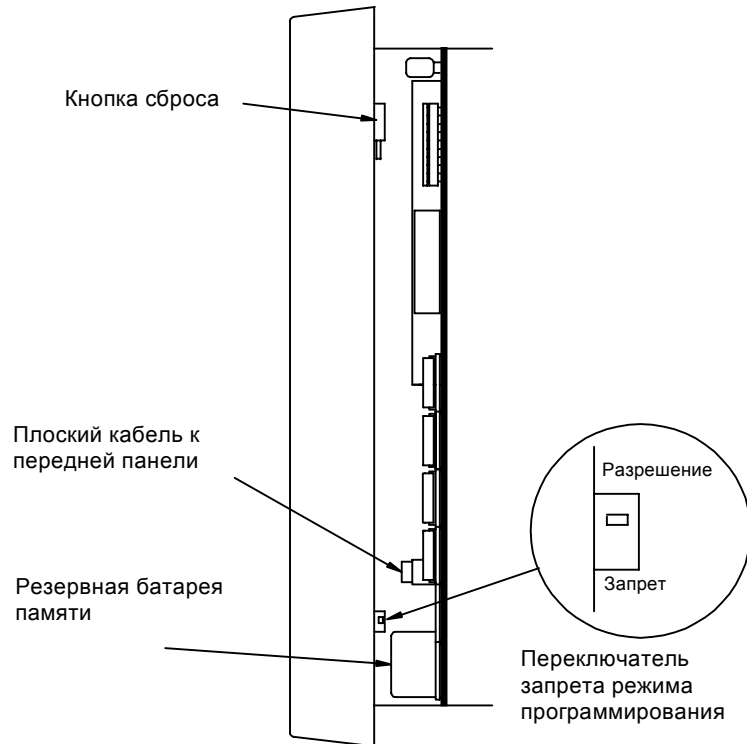

Рисунок 1. Переключатель запрета режима программирования
На рис. 1 (на следующей странице) показано расположение переключателя запрета режима программирования, который находится позади передней панели. Для установки этого переключателя проделайте следующее:
- (1) Возьмите переднюю панель снизу, аккуратно приподнимите ее, чтобы освободить фиксирующие гнезда, и выдвиньте компьютер из корпуса на два дюйма.
- (2) Найдите красный переключатель запрета режима программирования. Он будет внизу справа (если смотреть с лицевой стороны) позади передней панели (см. **рис. 1**).
- (3) Правой рукой поверните переключатель в нижнее положение, чтобы заблокировать клавиатуру, или в верхнее положение, чтобы разблокировать клавиатуру.
- (4) Установите компьютер на место, убедившись в том, что фиксирующие защелки встали на свои места.